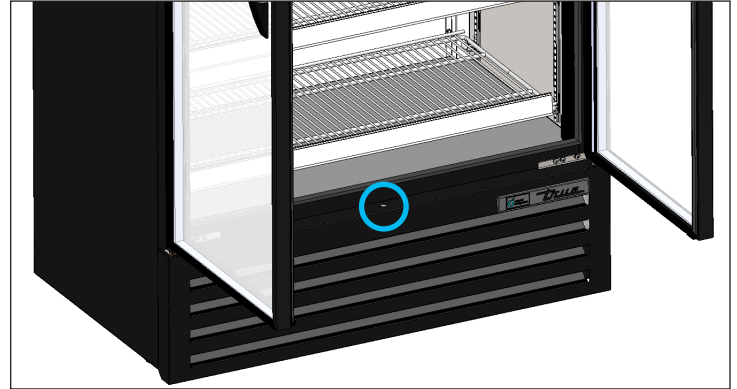

Fig. 1. Ubicación del tornillo de la rejilla de la puerta de vaivén.
2. Retire la rejilla trasera del gabinete. Véase la fig. 1 y 2.